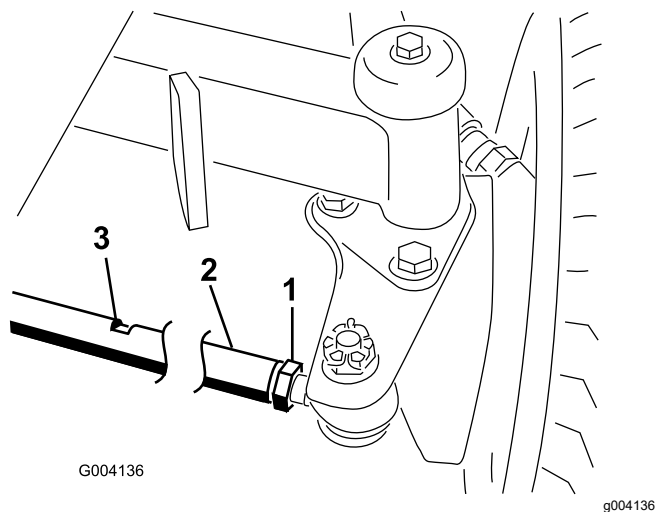

Figura 61
2. Allentate il controdado da ciascun lato del tirante (Figura 61).
3. Per girare le ruote, ruotate il tirante facendolo ruotare nelle sedi per chiave (Figura 61).
6. Serrate il controdado su ciascun lato del tirante (Figura 61).